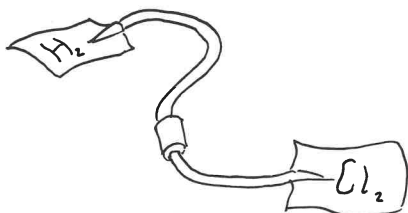

Fig. 36
1) En urinpose fyldes med klor fra depotet i stinksabet, og en anden urinpose fyldes med hydrogen fra en »flaske«. De to poser forbindes ved, at man samler slangerne med en muffe. Lyset dæmpes ned til næsten mørke, og posernes indhold blandes, ved at man trykker skiftevis på dem. (fig. 36).